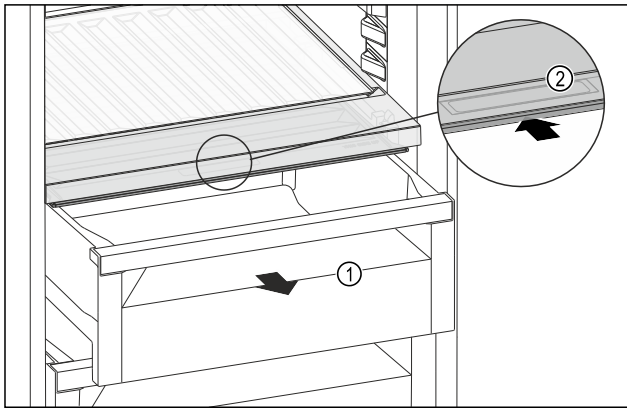

Fig. 173
- Tërhiqni jashtë sirtarin Fig. 173 (1).
- Kapni dorezën e futur Fig. 173 (2) në kapakun e ndarjes dhe në të njëjtën kohë shtyni për prapa kapakun e ndarjes.